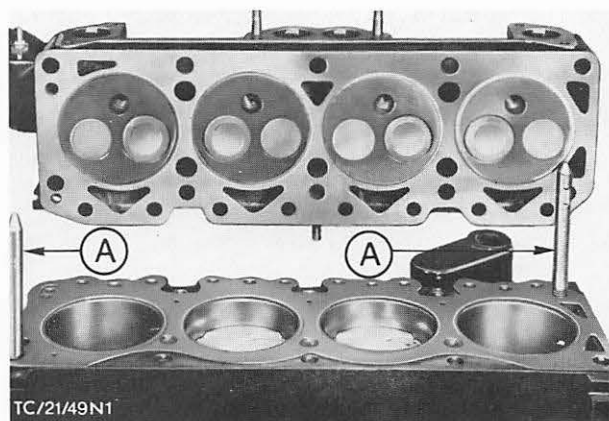
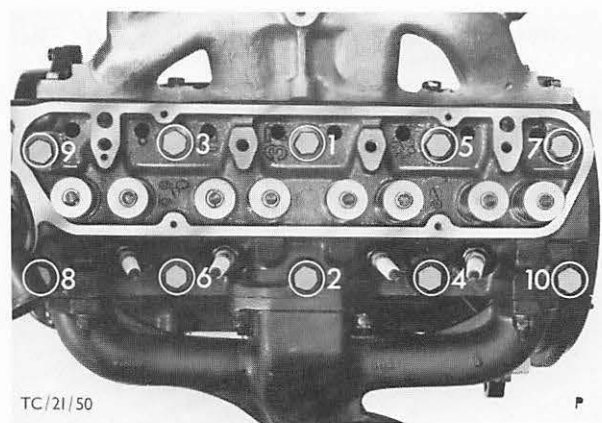

Abb. 70 Zylinderkopf aufsetzen
Abb. 71 Anzugsreihenfolge – Zylinderkopf
63. Zylinderkopf aufsetzen, Abb. 70, und Schrauben etwas beidrehen. Beide Zentrierbolzen gegen die restlichen zwei Schrauben austauschen. Zylinderkopf mit vorgeschriebenem Drehmoment in drei Stufen nach Schema, Abb. 71, festdrehen.